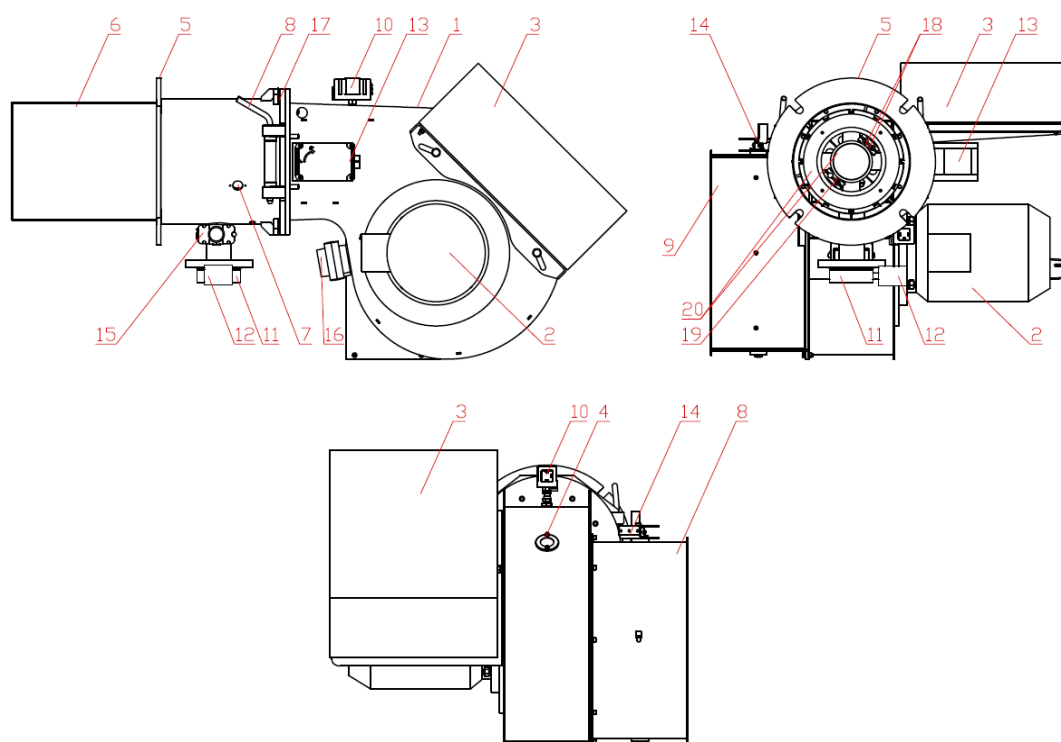

Рис.1. Общий вид устройства горелочного серии Т-3.310 G.E.
1.3.1 Состав устройства горелочного серии Т-3.310 G.E и размещение составных частей показаны на рис.1.